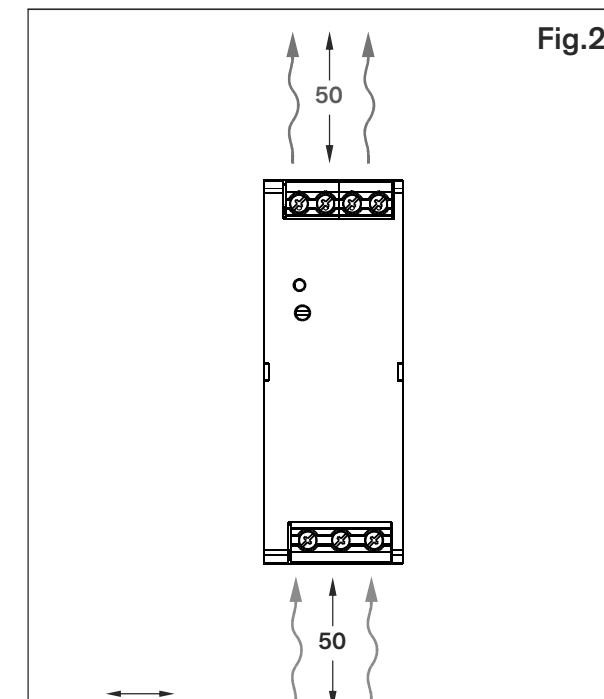

Fig.2
- Следует обеспечить надлежащее охлаждение прибора. Fig.2